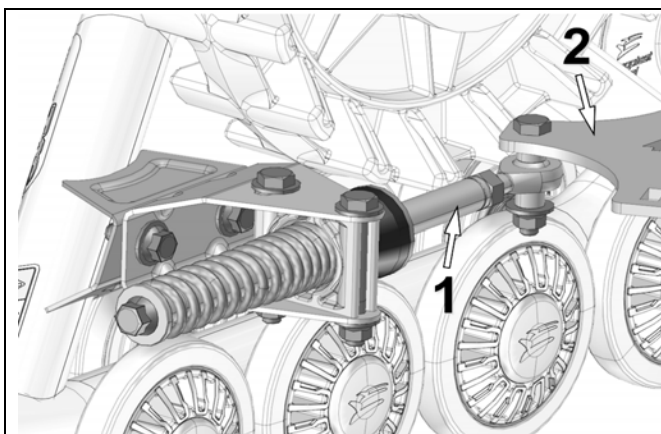

Abbildung 14
- Der Stabilisierungsarm (1) muss am hinteren, am Fahrzeug angebrachten Verankerungsbügel (2) montiert werden. Siehe Abbildung 14.